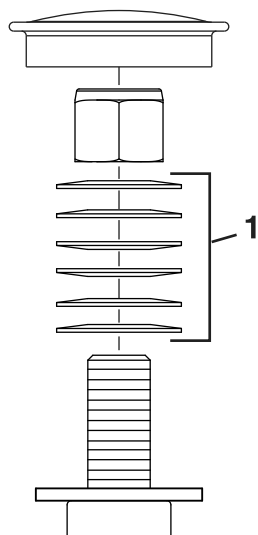

Figura 55
3. Retire o tampão antipoeira da roda e aperte a porca de bloqueio (Figura 55).
4. Aperte a porca de bloqueio até que as anilhas de mola estejam planas e, em seguida, recue 1/4 de volta para aplicar devidamente a pré-carga nos rolamentos (Figura 55).
Importante: Certifique-se de que as anilhas de mola estão corretamente montadas como se mostra na Figura 55.
5. Instale o tampão antipoeira (Figura 55).